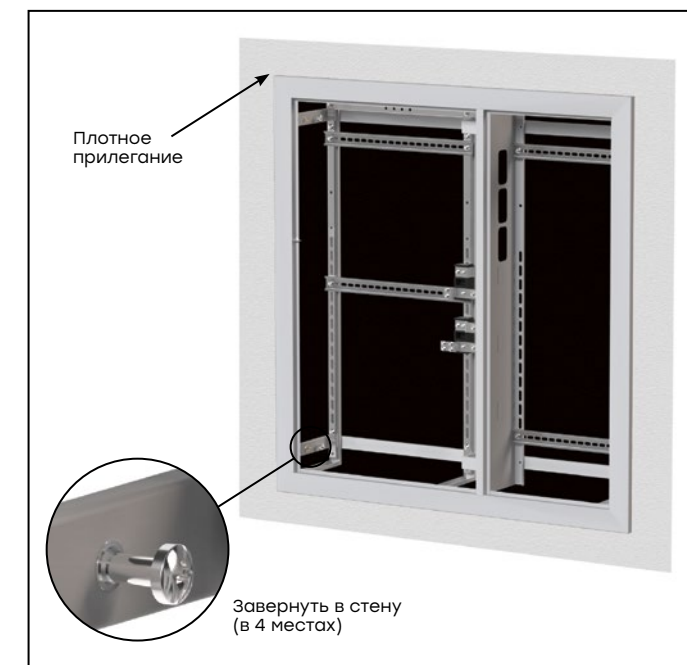

Рис. 7
2.2 Болты, установленные в корпусе щита, закрутите в стену, при этом прижимая на фасадную часть, чтобы избежать отжимания загибов щита от стены (Рис. 7).